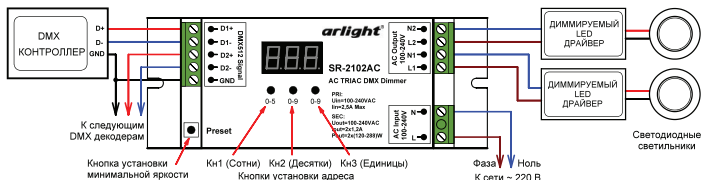

Рис.1. Схема подключения декодера, органы управления и индикации.
- 3.3. Подключите диммируемый источник света с напряжением питания ~220В к выходу **AC OUTPUT** декодера (Рис.1).
3.10. Установите DMX адрес декодера при помощи кнопок на его корпусе (Рис.1):